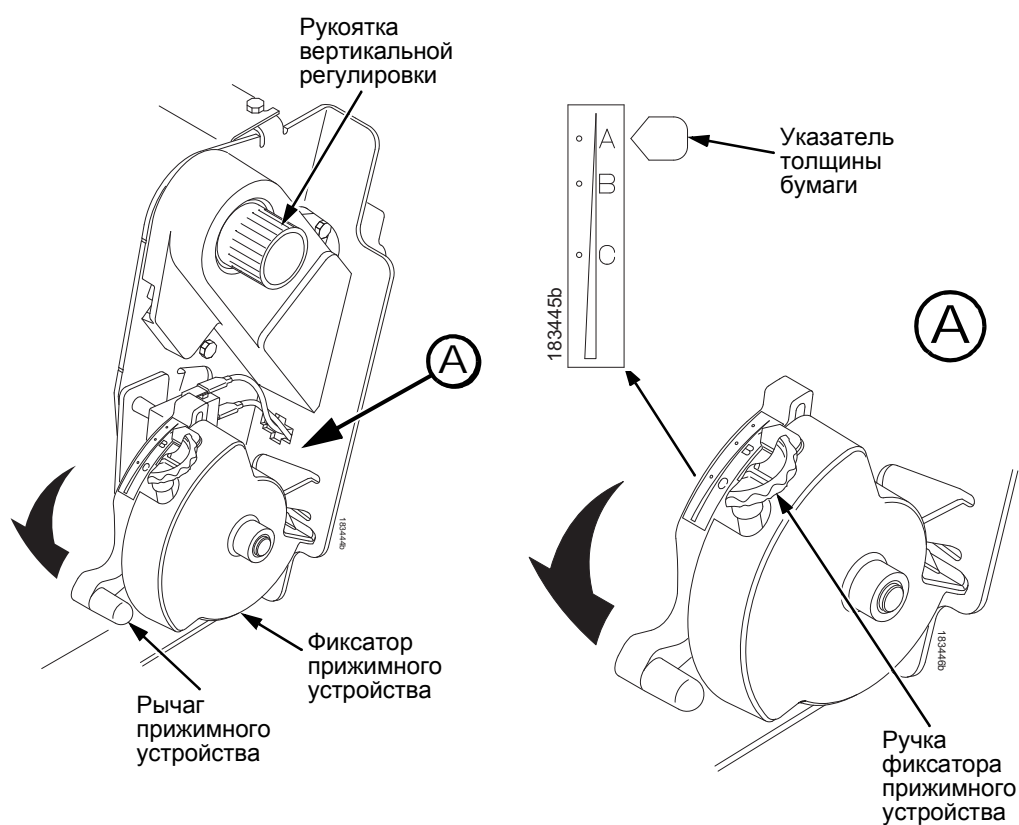

Рисунок 96. Регулировка рычага прижимного устройства
9. Вращайте кнопку стопора прижимного устройства по часовой стрелке или против часовой стрелки для его настройки в соответствии с толщиной бумаги (шкала A-B-C соответствует приблизительно 1, 3 и 6 значениям толщины бумаги). См Рисунок 96.